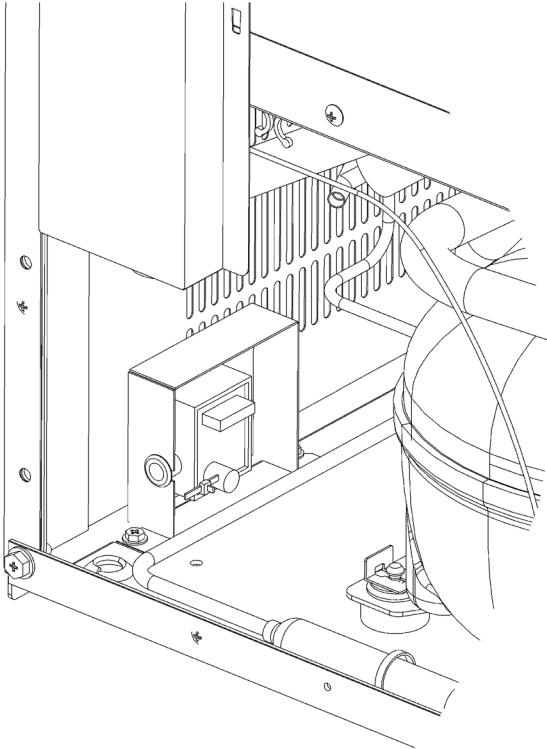

Afb. 36
11) Bevestig de besturingskast en de pakkingring zoals aangegeven in Afb. 36.